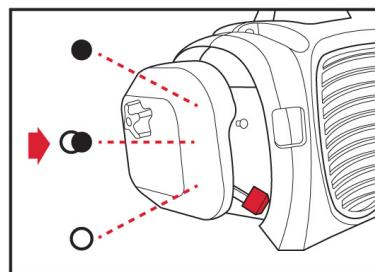

Fig. 5B
2. Situar la palanca del carburador en la posición MEDIO  .(Fig. 5B)